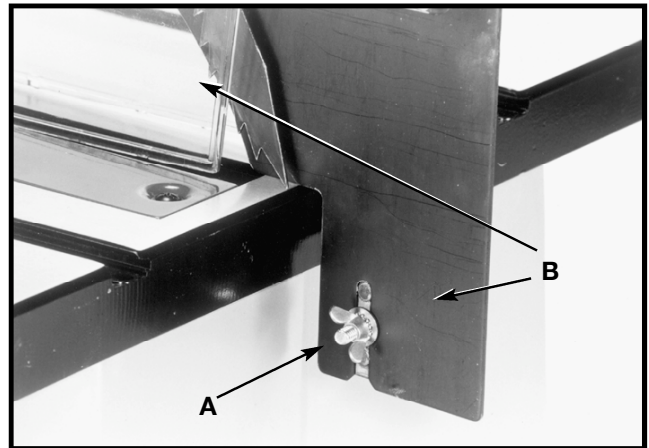

Fig. 51
Avant de rainurer, desserrer l'écrou à oreilles (a) fig. 51 et retirer l'ensemble pare-main/couteau séparateur (B). Garder l'ensemble sous la main pour le replacer après le rainurage.